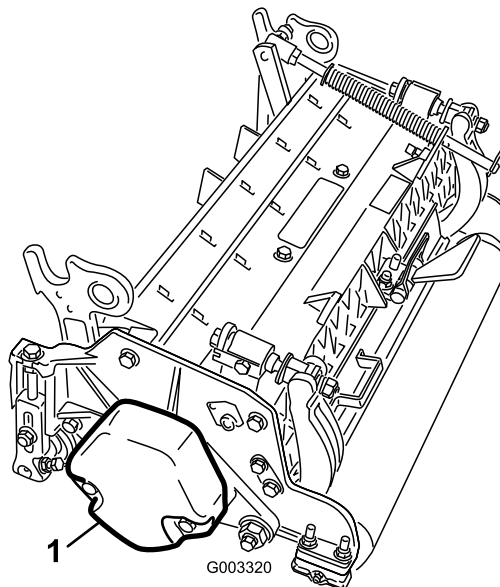

Рисунок 4
4. Убедитесь в том, что противовес (Рисунок 4) установлен с соответствующего конца режущего блока, как описано в *Руководстве по эксплуатации режущего блока*.